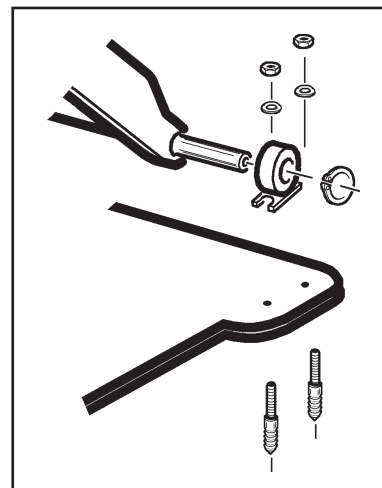

Fig. 14
- Als de lift is uitgerust met een extra stalen plaat (zie accessoires), moet deze samen met de tillen met behulp van de standaard gaten en pluggen samen met die supplementen. (Fig.14)